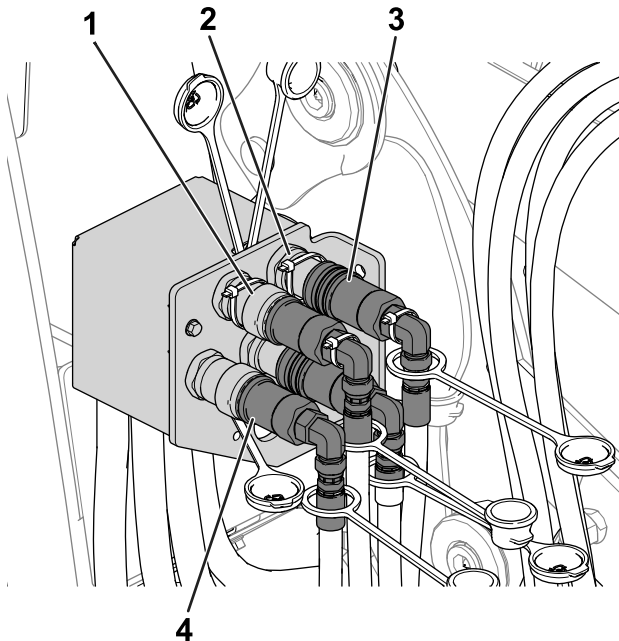

Figura 48
7. Realice los pasos siguientes para desconectar los acoplamientos hidráulicos (**Figura 48**):